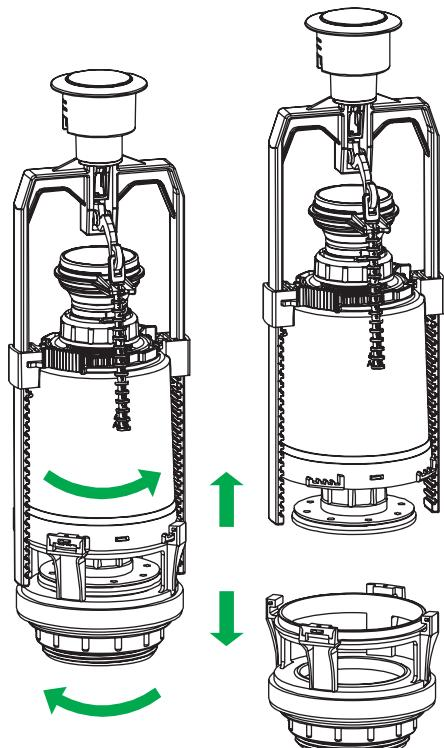

Рис. 6 / 6-суп.
- Отсоедините седло клапана от клапана выпуска, как показано на рис. 6.
8. Установите выпускной клапан в седло клапана (рис. 6) в обратном порядке.
- Для упрощения крепления бачка к унитазу можно отсоединить корпус выпускного клапана от седла клапана (рис. 6).